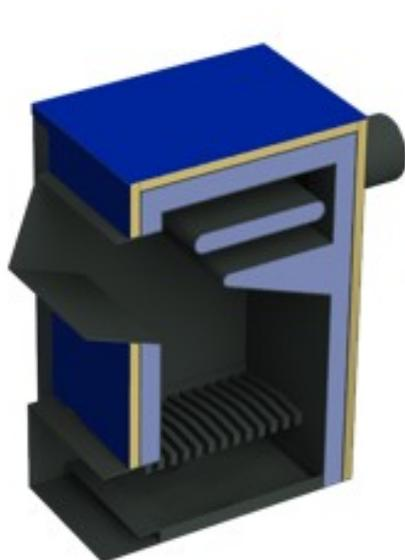

Рис. 1 – КСТО 12-20 без плиты
5.2. Котёл (см. рис. 1, 2, 3) состоит из корпуса, топочного пространства, системы газоходов. Корпус котла выполнен из листовой холоднокатаной стали сварной конструкции с водяной рубашкой и системой газоходов, переходящих в дымоход.